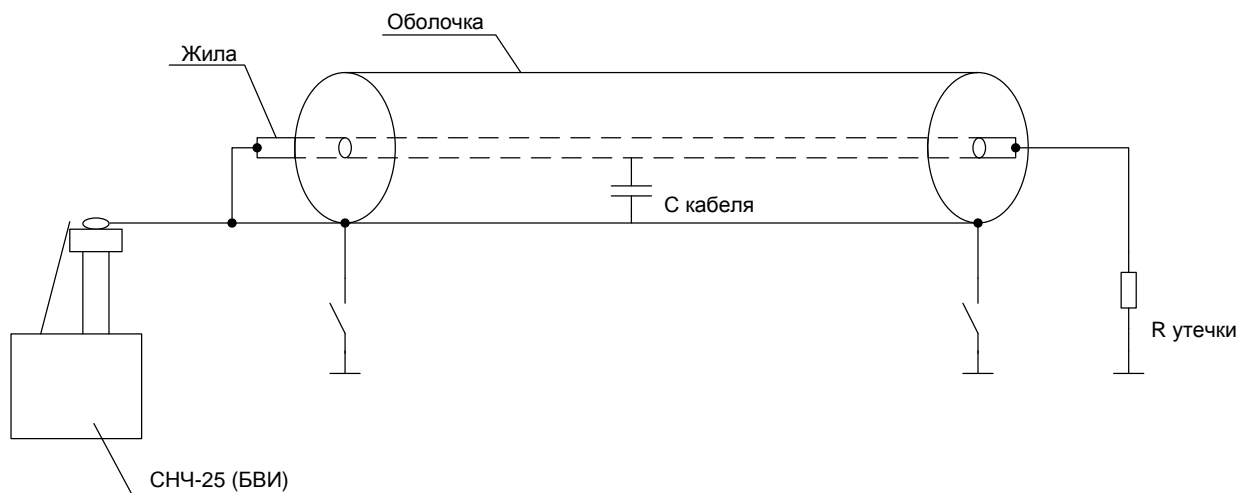

Рис.7
Для проведения испытания оболочки кабеля из сшитого полиэтилена, необходимо отключить оболочку кабеля от контура заземления с обеих сторон кабеля. Жилу испытываемого кабеля, необходимо соединить с оболочкой этого кабеля (см. рис.7) Если этого не сделать, емкость кабеля между жилой и оболочкой, может зарядиться до значительной величины.
7.3.1. Выполнить п.7.1.1.-7.1.5. Подключить объект испытаний в соответствии с рис. 7.